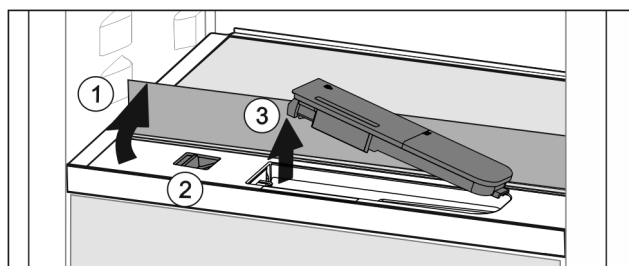

Fig. 42
- Sollevare il ripiano di vetro e ribaltarlo all'indietro fino all'arresto Fig. 42 (1).
- Spostare il cursore Fig. 42 (2) a sinistra.
- Rimuovere il serbatoio dell'acqua Fig. 42 (3).